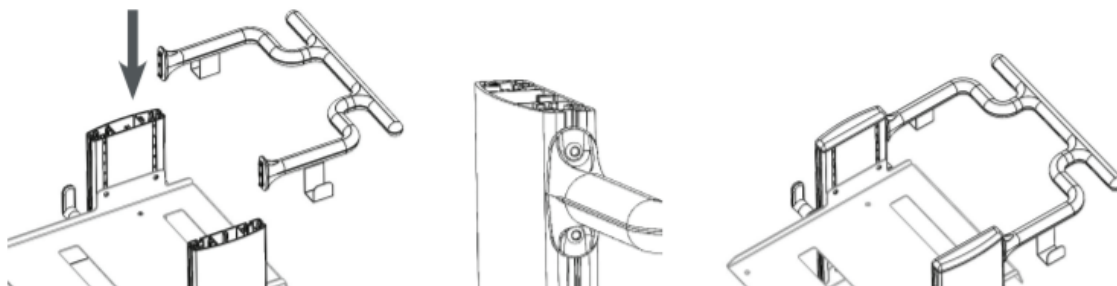

Figura 6 – Montaggio dell'impugnatura
- b. Serrare tutte e 4 le viti dell'impugnatura del carrello con la chiave a brugola da 4 mm in dotazione. Vedere la Figura 6 più sotto.